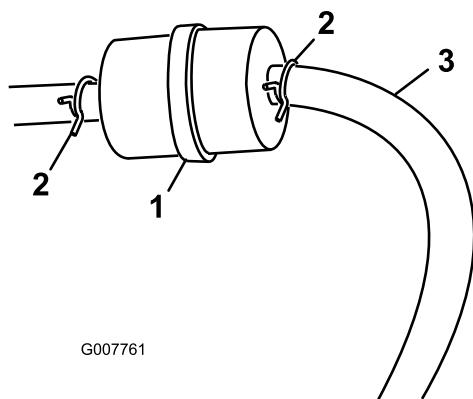

Bild 30
- Drücken Sie die Enden der Schlauchklemmen zusammen und schieben Sie sie vom Filter weg (Bild 30).
- Setzen Sie einen neuen Filter ein und schieben Sie die Schlauchklemmen an den Filter heran (Bild 30).
- Lockern Sie die Schlauchklemme am Kraftstofffilter und schieben Sie sie an der Kraftstoffleitung weg vom Kraftstofffilter (Bild 30).
- Schließen Sie die Kraftstoffleitung vom Kraftstofffilter ab (Bild 30).
Hinweis: Lassen Sie das Benzin in einen Benzinkanister oder eine Auffangwanne ablaufen (Bild 30).
- Bringen Sie die Kraftstoffleitung am -filter an. Schieben Sie die Schlauchklemme ganz an den Kraftstofffilter heran, um die Kraftstoffleitung zu befestigen (Bild 30).